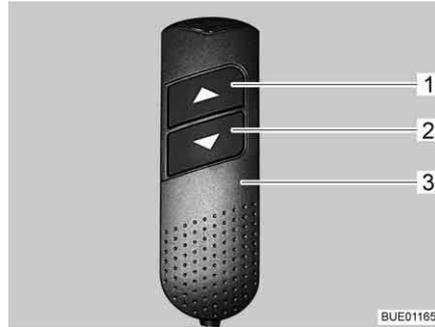

Fig. 105 Commande manuelle
- Sur la commande manuelle (Fig. 105,3), appuyer en même temps sur les touches fléchées (Fig. 105,1 et 2) et les maintenir pressées jusqu'à ce que le lit escamotable soit entièrement remonté et qu'un bip sonore soit audible.
- Sur la commande manuelle (Fig. 105,3), appuyer sur la touche fléchée inférieure (Fig. 105,2) et la maintenir pressée jusqu'à ce que le lit escamotable soit descendu en position finale.
- Sur la commande manuelle (Fig. 105,3), appuyer sur la touche fléchée supérieure (Fig. 105,1) et la maintenir pressée jusqu'à ce que le lit escamotable soit monté en position finale.
- Après la réinitialisation, déplacer le lit escamotable avec la touche fléchée (Fig. 105,1 ou 2) dans le sens inverse jusqu'en butée.